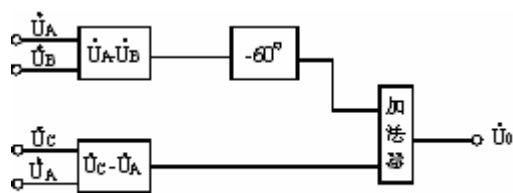

图 3 负序滤波器
a. 负序电压滤波器由 N_{1A} 、 N_{1B} 及外围元件构成。见图 3。